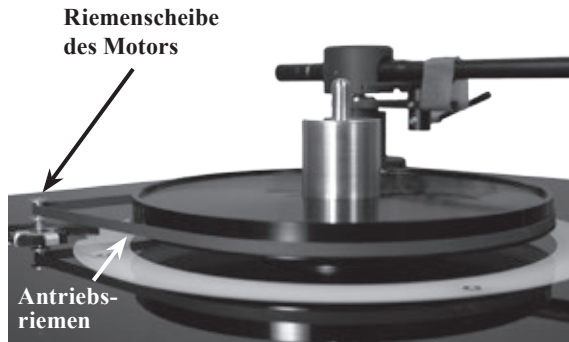

Abbildung 8
7. Legen Sie den Antriebsriemen mit angelegten Textilhandschuhen (im Lieferumfang enthalten) um den Unterteller und dann um die Riemenscheibe des Motors. Drehen Sie den Unterteller von Hand und fädeln dabei den Antriebsriemen exakt ein. Siehe Abbildung 8.